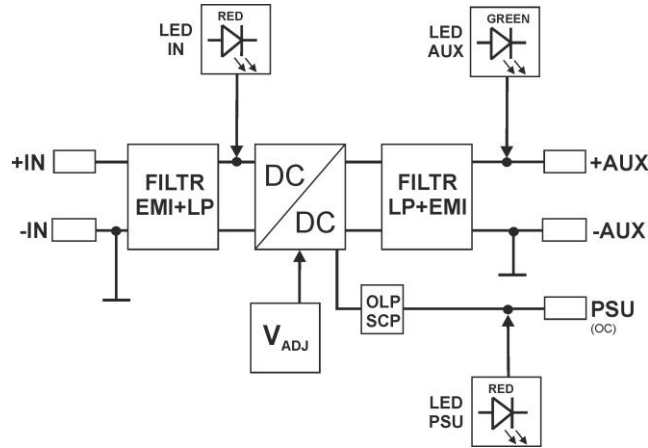

Fig. 1. Schema a blocchi del modulo del trasformatore.
1.1. Schema a blocchi (fig. 1).